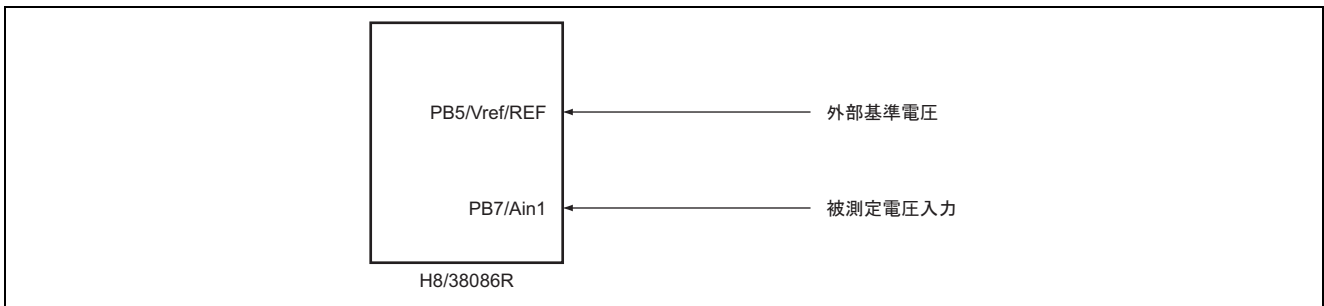

図 1 Σ A/D コンバータによる電圧測定 (外部基準電圧使用)
- 図 1 に示すように、H8/38086R の Σ A/D コンバータを使用して、Ain1 端子に入力した電圧測定を行います。